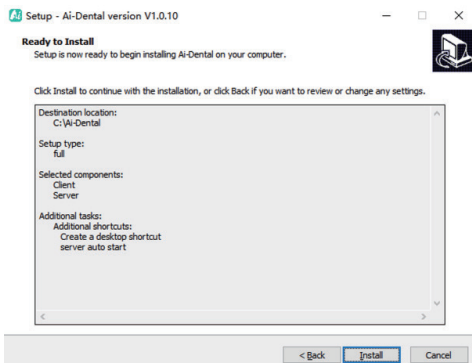

Figura 8
3.1.7 Pulse el botón "Instalar" para iniciar la instalación, como se muestra en la Figura 8: